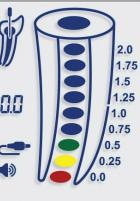

Fig. 10
- 5.4.13. Um segmento de cor vermelha no interior da imagem do canal radicular (Fig. 10) e um tom de áudio constante indicarão que foi alcançado o forame apical (0,0). Determine o comprimento obtido eletronicamente usando uma régua endodôntica. Para estabelecer o comprimento de trabalho, subtraia de 0,5 a 1,0 milímetro do comprimento obtido eletronicamente.